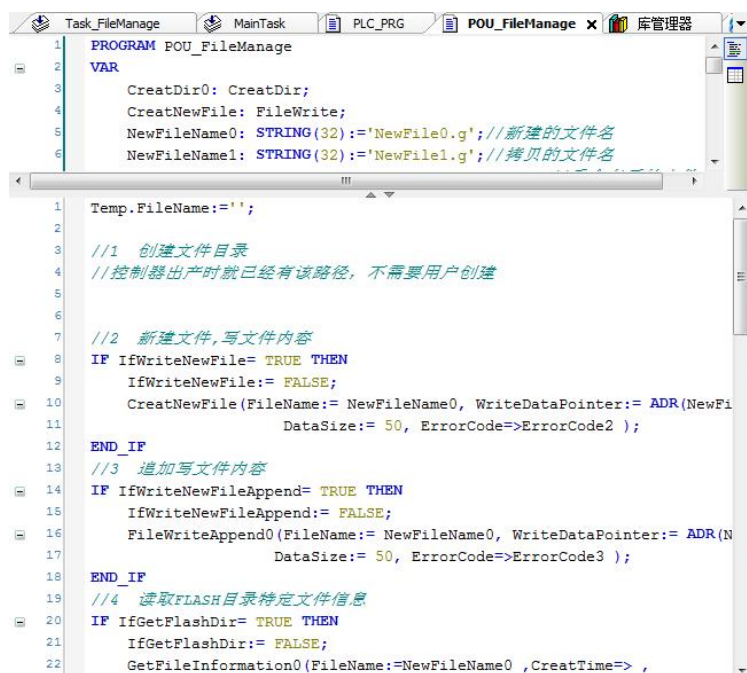

图4.6 文件操作模块主体
- 4) 在主程序PLC_PRG中控制文件操作使能变量状态来实现文件具体操作，并加入相关IO操作，如图4.6所示；其中定义的几个比较重要的常量和数组如图4.7所示。主程序见图4.8。